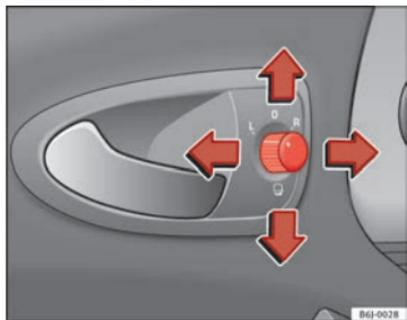

Fig. 67 Regolazione degli specchi retrovisori esterni
1. In primo luogo, ruotare la manopola ⇒ fig. 67 portandola nella posizione **L (specchietto esterno sinistro)**.
- Per far ripiegare su se stessi gli specchietti esterni si deve ruotare la manopola ⇒ fig. 67 portandola nella posizione ☹. Si consiglia di richiudere sempre gli specchietti esterni quando si porta il veicolo all'autolavaggio, altrimenti potrebbero danneggiarsi.